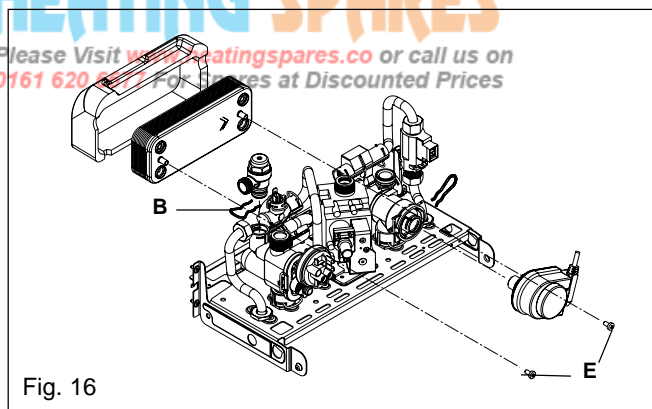

Fig. 16
**6.7 SAFETY VALVE fig. 16**
**6.21 DHW HEAT EXCHANGER fig. 16/16A**